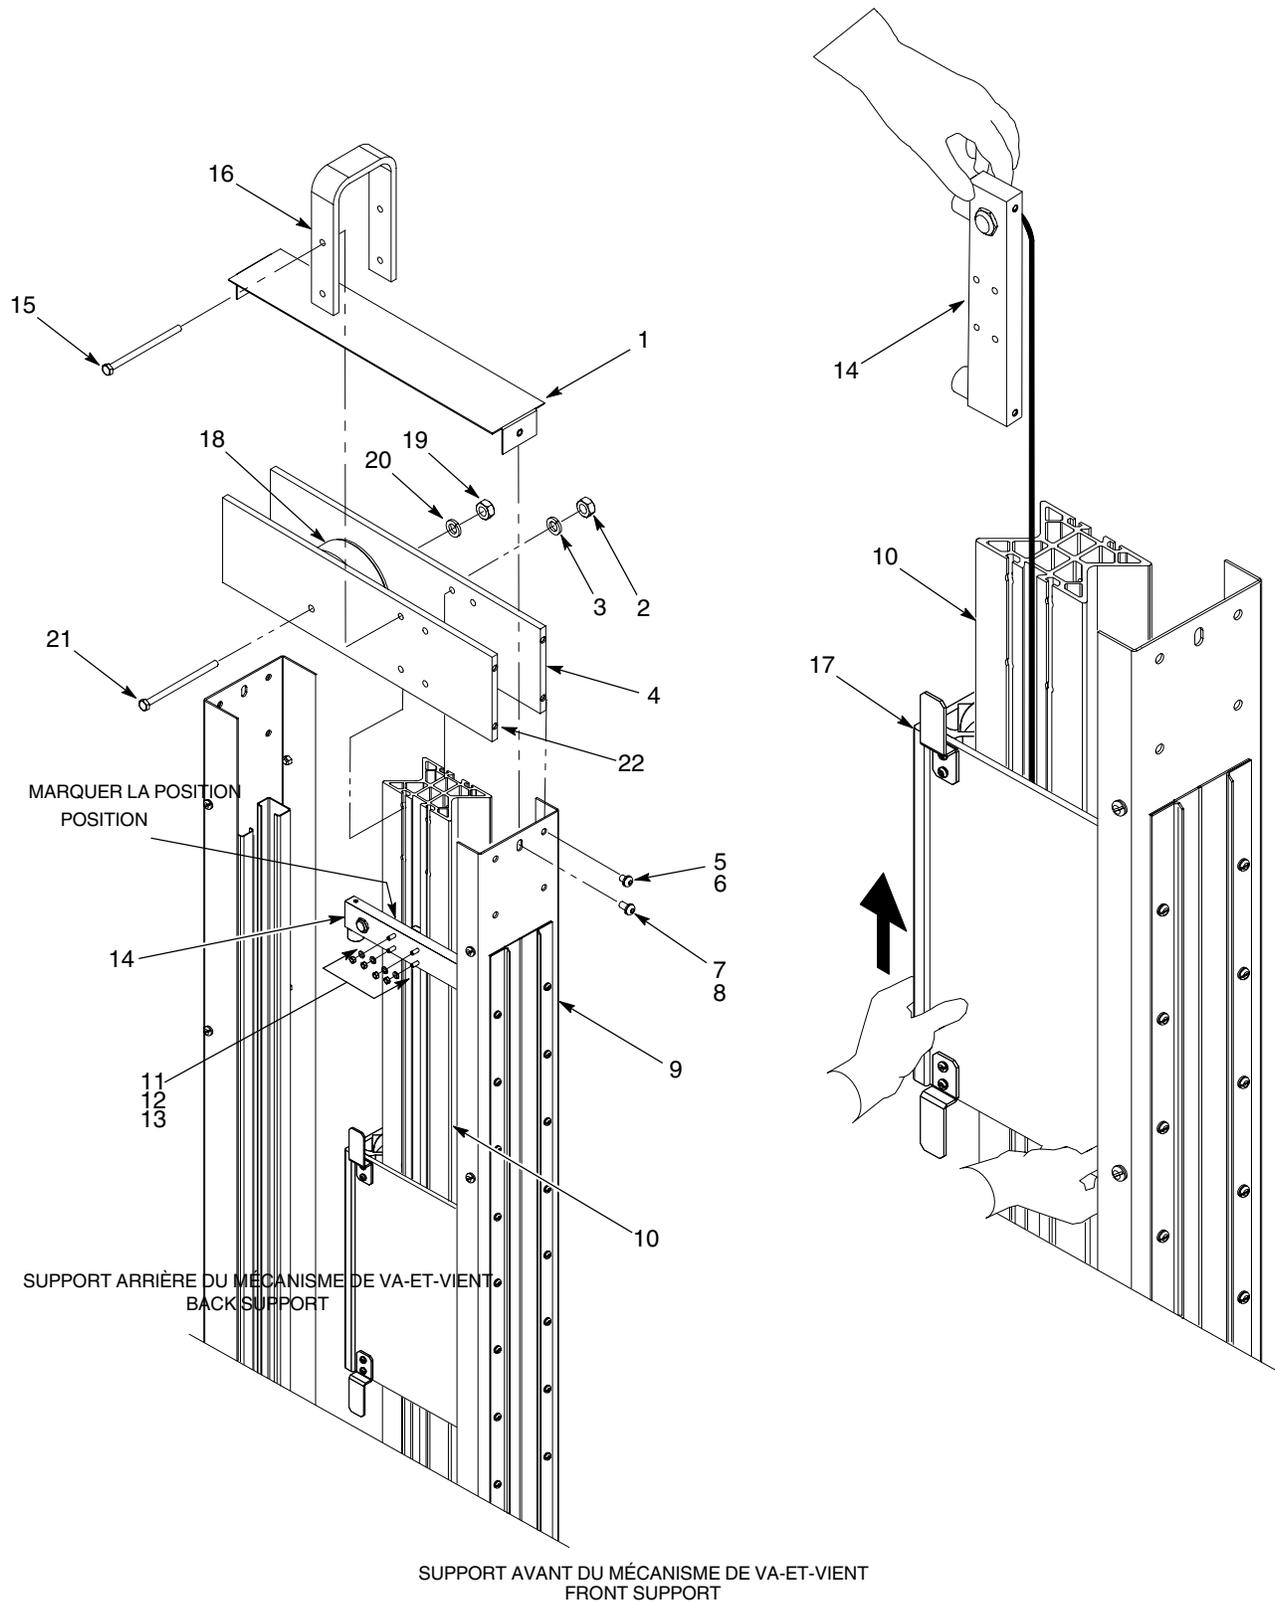

Fig. 15 Dépose du chariot à pistolet
1. Voir la figure 15. Retirer la courroie (18) de la poulie supérieure (19).
2. Retirer les vis (7) et les rondelles freins (8) qui fixent le capot supérieur (1) au mécanisme de va-et-vient (9).
3. Retirer l'écrou (19), la rondelle frein (20) et la vis (21) qui fixent la poulie (18) aux plaques latérales supérieures (4, 22). Retirer la poulie du mécanisme de va-et-vient (9).
4. Retirer les vis (5) et les rondelles freins (6) qui fixent les plaques latérales (4, 22) à l'avant et à l'arrière du mécanisme de va-et-vient (9).
5. Retirer les deux vis (15), les rondelles freins (3) et les écrous (2) qui fixent l'étrier de levage en U (16) à la piste du chariot à pistolet (10). Ne pas encore retirer les deux autres vis (15) qui fixent les plaques latérales supérieures (4, 22).
6. En soutenant la plaque latérale (4), retirer les rondelles frein restantes (3) et les écrous (2) des deux vis (15) qui fixent les plaques latérales (4, 22). Retirer la plaque latérale (4).
7. En soutenant l'autre plaque latérale (22), retirer les deux vis (15) de la piste du chariot (10). Retirer la plaque latérale (22).
- a. Repérer la position du bloc butoir supérieur (14) sur la piste du chariot à pistolet (10).
- b. Retirer les écrous (11), les rondelles freins (12) et les boulons pour rainure en T (13) qui fixent le bloc butoir supérieur à la piste du chariot à pistolet (10).